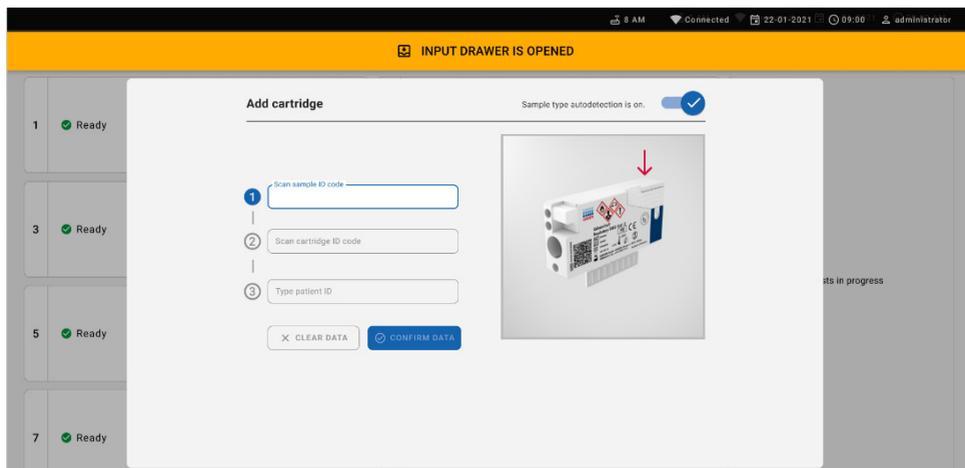

Figura 56. Pantalla Scan sample ID (Escaneo del ID de la muestra).
7. Aparece el cuadro de diálogo **Add cartridge** (Añadir cartucho) y se activa el escáner de la parte frontal. Escanee el código de barras de ID de muestra adjunto a la parte superior del QIAstat-Dx Respiratory SARS-CoV-2 Panel Cartridge en la parte frontal del instrumento (la posición se indica con la flecha; figura 56).